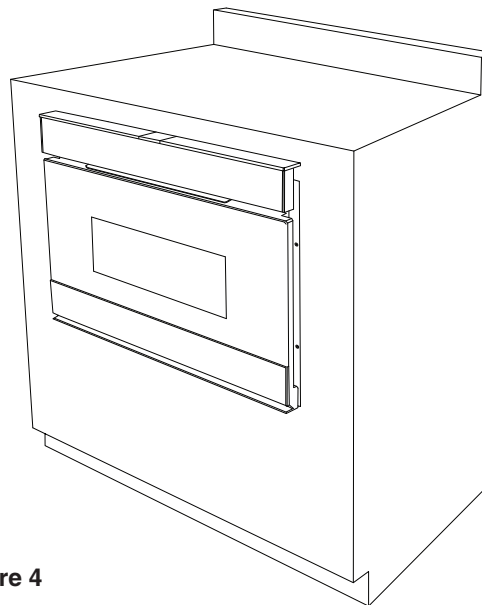

Figure 4
6. Fermer le tiroir afin de terminer l'installation du four. Voir la Figure 4.